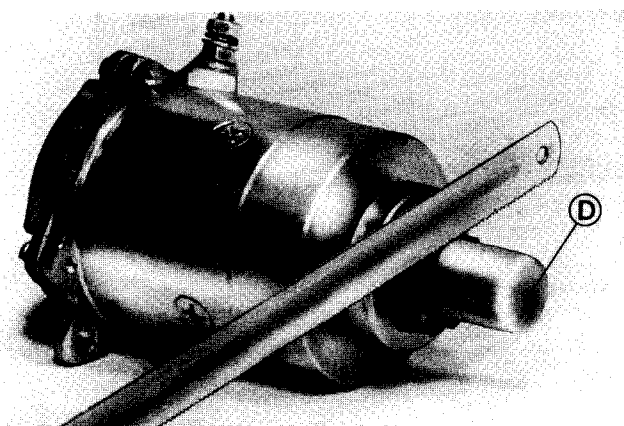

Fig. 58
- 1) - Incidere, con l'ausilio di un seghetto, il collare cianfrinato del cappuccio «D» di protezione (ved. fig. 58) e, con l'estremità di due cacciaviti, sfilare il cappuccio stesso.
Sostituzione indotto: togliere le 3 viti «L» (fig. 58), il coperchio, le spazzole ed il porta spazzole quindi eseguire le operazioni indicate al punto 1) e 2) del paragrafo sostituzione pignone-ruota libera a sfilare l'indotto.